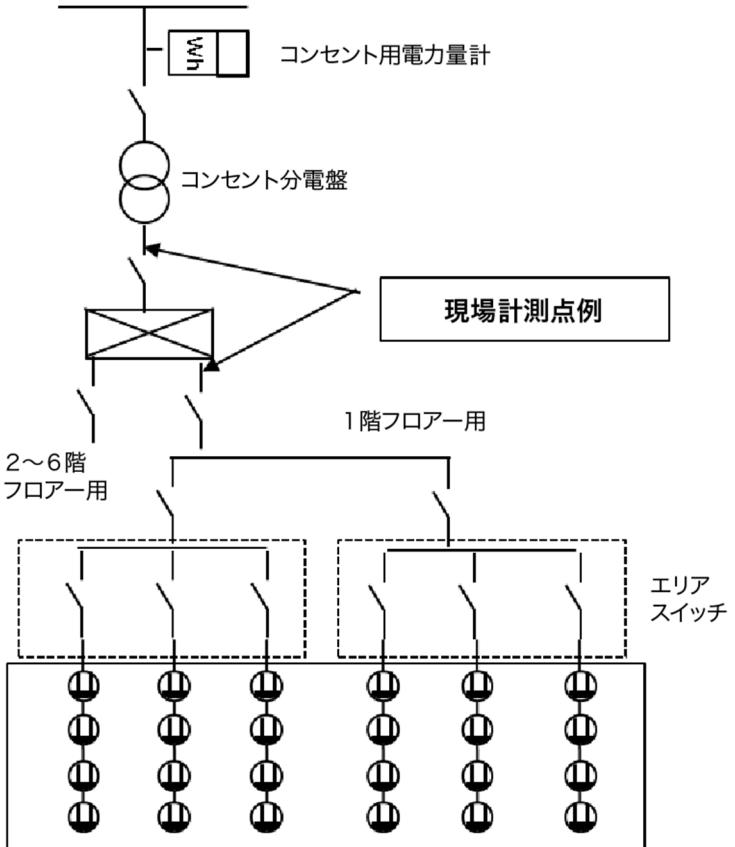

図 1. 国際エネルギースターロゴ
対策技術の概要	<p>1. 概要</p> <p>平均的なオフィスにおけるピーク時の電力消費の内訳は、空調 48%、照明 24%、OA 機器 16%である。(事業者向け節電アクション 資源エネルギー庁)</p> <p>近年、技術開発により OA (Office Automation) 機器の低消費電力化が進んでいる。省エネ性能の優れた機器を選択する際の指標に、「国際エネルギースタープログラム (ENERGY STAR)」があり (図 1)、本プログラムの基準に適合した機器を選択すれば、高い省エネルギー水準を得ることができる。対象機器としては①コンピュータ、②ディスプレイ、③プリンター、④ファクシミリ、⑤複写機、⑥デジタル印刷機 などがある。</p> <div style="border: 1px solid black; padding: 10px; margin-top: 10px;"> <p>※国際エネルギースタープログラム</p> <p>日米両政府合意のもと、1995年10月から実施されているオフィス機器の国際的な省エネルギー制度。現在、EU、カナダ、オーストラリア、ニュージーランド、台湾なども参加し、取組は世界各国・地域に広がっています。</p> <p>本プログラムでは、製品の稼働、スリープ、オフ時の消費電力などについて、省エネ性能の優れた上位 25%の製品が適合となるように基準が設定されています。基準を満たす製品には、右記「国際エネルギースターロゴ」の使用が認められており、機器選定の際の目安になります</p> </div> <p>2. パソコンの省エネルギー対策</p> <p>パソコンは、不使用時にも少しずつ電力を消費しているので以下の対策が必要。</p> <ol style="list-style-type: none"> 1) 省エネモード設定の有効なカスタマイズ <p>ディスプレイの電源を自動的に切るまでの時間やスリープ状態に移行するまでの時間を分単位で設定できるので、業務に支障の無い範囲でできるだけ短い時間で設定する。</p> <ol style="list-style-type: none"> 2) ディスプレイの明るさを最適なレベルに調整 <p>明るすぎは、電力の消費だけでなく目の疲労にもつながるので、適度な照度に調整する。</p> <ol style="list-style-type: none"> 3) 長時間の不要時・離席時の待機電力カット